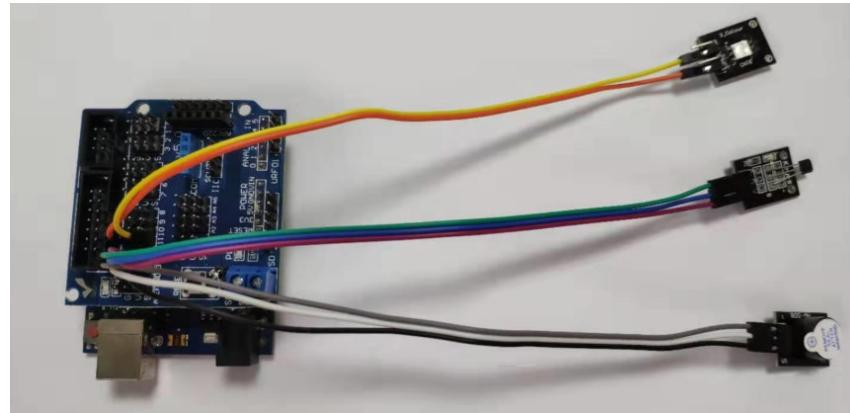

图 26.2: 实验接线图
- (1) 按照如图26.2所示的方式完成接线；
- (2) 打开 Arduino IDE，输入程序；
- (3) 检查无误后上传程序；
- (4) 将磁铁靠近霍尔开关，观察 LED 灯和蜂鸣器的变化。